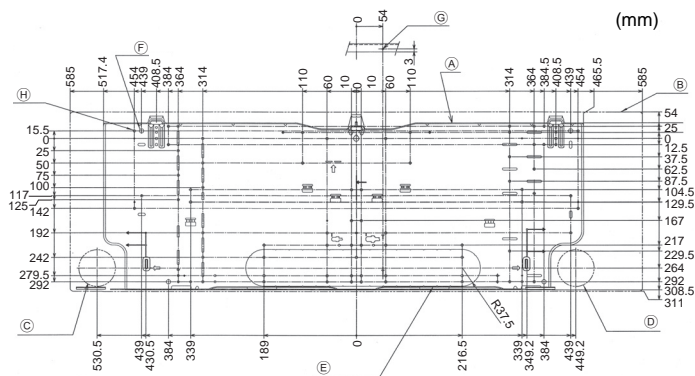

Fig. 3-2
■ PKFY-P-VKM-E (Fig. 3-2)
- A Placa de montaje ①